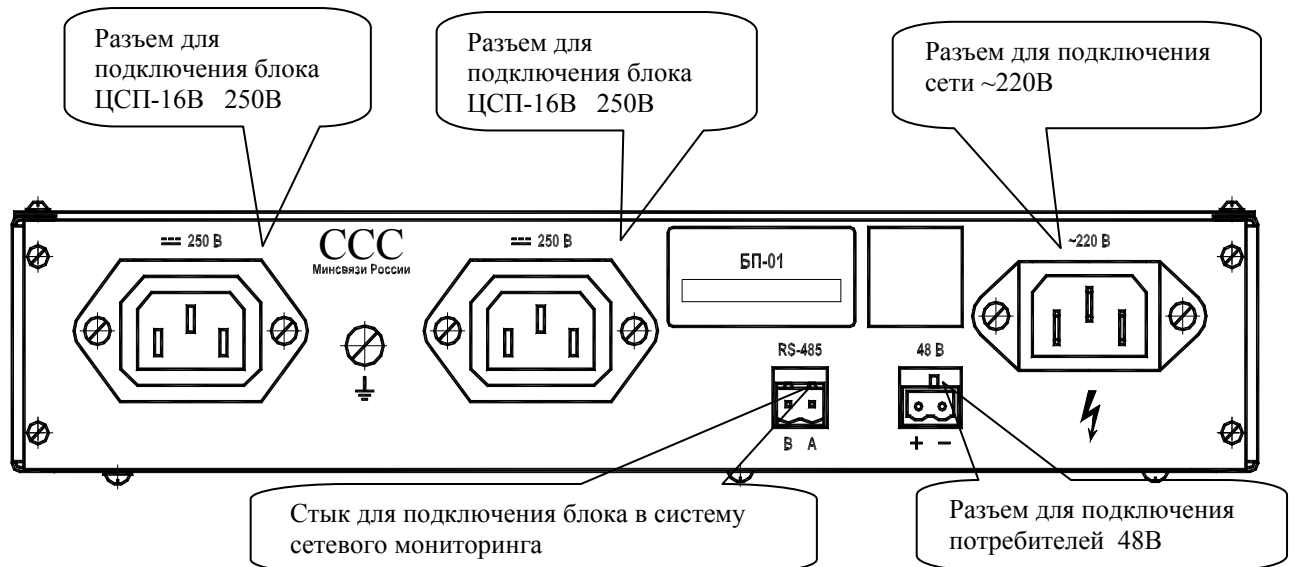

Рис. 2 Задняя панель блока БП-01.
4.2. Внешний вид задней панели блока приведен на Рис. 2.